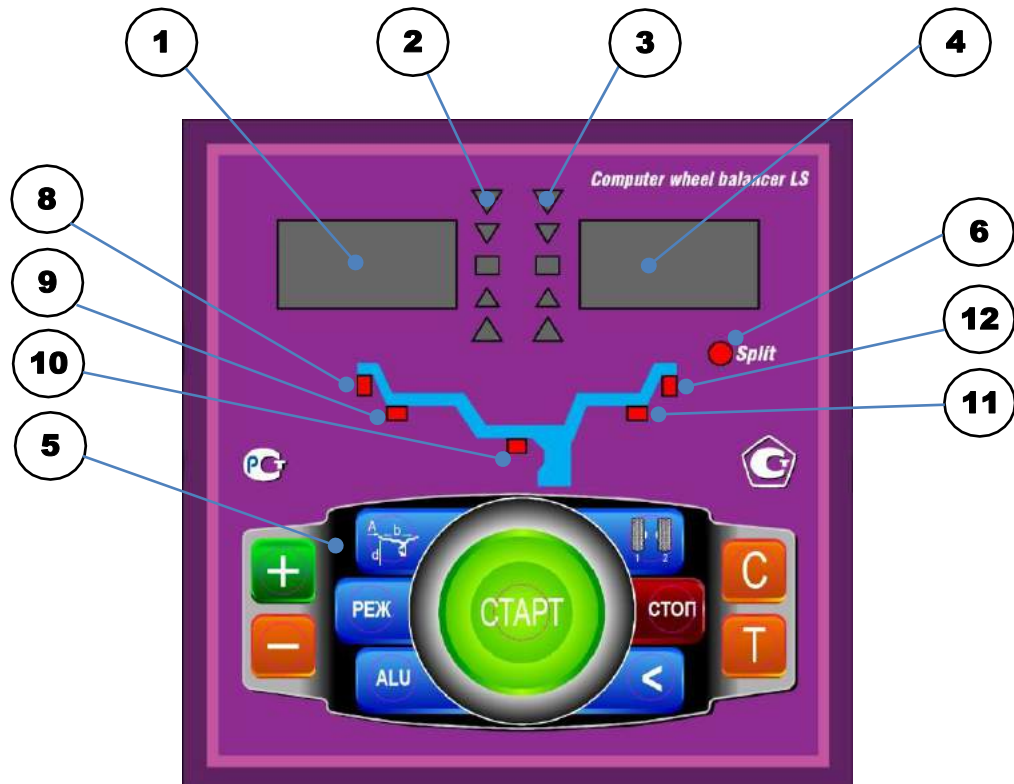

рис.8.1.
8.1. Общий вид лицевой панели показан на рис. 8.1.
При выдвигении штанги на индикаторах 1 (рис. 8.1) отображается значение параметра "A". Значение параметра "d" отображается на индикаторах 4.
Для ввода ширины нажмите кнопку "+" или "-" на индикаторах 1(рис.8.1) высветится "-b-", а на индикаторах 4
Дважды нажать кнопку "A, d, b", после чего на индикаторах 1 (рис.8.1) загорается символ "A", а на индикаторах 4 исходная величина дистанции. Нажимая кнопки "-" и "+" установить на индикаторах 4 требуемую величину дистанции. Через 2-3 сек после установки дистанции показания на индикаторах 1 и 4 возвращаются к отображению текущего дисбаланса, а кнопки "-" и "+" возвращаются в режим ввода ширины обода.
11.1. Переключение схем ALU1-ALU5 осуществляется последовательным нажатием кнопки "ALU" при этом схема установки грузов отображается загоранием соответствующих светодиодов 8-12 (рис.8.1), кроме того, на индикаторах 1 отображаются символы ALU, а на индикаторах 4 номер 1-5. Через 2-3 сек. после установки требуемой программы ALU индикаторы 1-4 переходят в режим отображения дисбаланса.
12.3. Для входа в программу Split нажмите кнопку РЕЖ, после чего загорается светодиод 6 (рис.8.1) и на индикаторах 1 загораются символы "SPn", означающие, что необходимо ввести число спиц обода колеса, подлежащего балансировке. При этом на индикаторах 4 загорается цифра 5. Если число спиц колеса отличается от 5, кнопками "-" и "+" установить на индикаторах 4 фактическое число спиц колеса.
12.4. Запустите СБ. После останова вала установите любую спицу обода колеса вертикально вверх (на 12 часов) и нажмите кнопку С. После чего, на индикаторе 1 и линейке 2 (рис.8.1) будут указаны величина и место установки корректирующего груза на внутренней плоскости.
Эта функция обеспечивается тем, что каждый раз при вводе новых геометрических параметров и установке требуемой программы ALU, предыдущее состояние запоминается. Для перехода от одного набора параметров к другому необходимо нажать кнопку "1-2". Визуальный контроль того, какие параметры установлены в данный момент, осуществляется нажатием "A,d,b" на индикаторах 4 (рис.8.1) будут последовательно отображены, установленные в данный момент диаметр и ширина обода и дистанция.
14.1. При включении тумблера питания СБ на индикаторах 1 (рис. 8.1) высвечивается трёхзначное число -номер версии программного обеспечения. Через 2-3 сек на индикаторах 1 и 4 должны загореться нули, кроме того должны загореться светодиоды 8 и 12, что свидетельствует о включении режима стандартной балансировки с установкой на обеих плоскостях коррекции грузиков на пружинках. На линейках 2 и 3 (рис. 8.1) должны загореться центральные светодиоды.
14.2. При включении СБ программа измерения дисбаланса настраивается таким образом, что дисбаланс менее 8 г (заводская установка) на любой плоскости коррекции не показывается, в этом случае на индикаторах 1 и 4 (рис. 8.1) высвечиваются "0". Минимальный дисбаланс отображающийся на индикаторах 1 и 4 равен 8г. Дисбаланс, превышающий 8г, округляется до величины кратной 5, т. е. дисбаланс 9, 10, 11 и 12 г отображается цифрой 10, дисбаланс 13, 14, 15, 16 и 17 г - цифрой 15 и т. д. Для просмотра неокруглённого значения дисбаланса или дисбаланса менее 8г. необходимо нажать кнопку "<", при этом на индикаторах 1 и 4 на 2-3 сек высвечиваются фактические значения дисбаланса, определённые в данном запуске.
14.5.1. Поднимите защитный кожух. Вручную поворачивайте колесо, при этом свечение светодиодов на линейках 2 и 3 (рис. 8.1.) будет перемещаться, и в какой-то момент на одной из линеек загорятся все светодиоды и цвет их свечения сменится на зелёный.